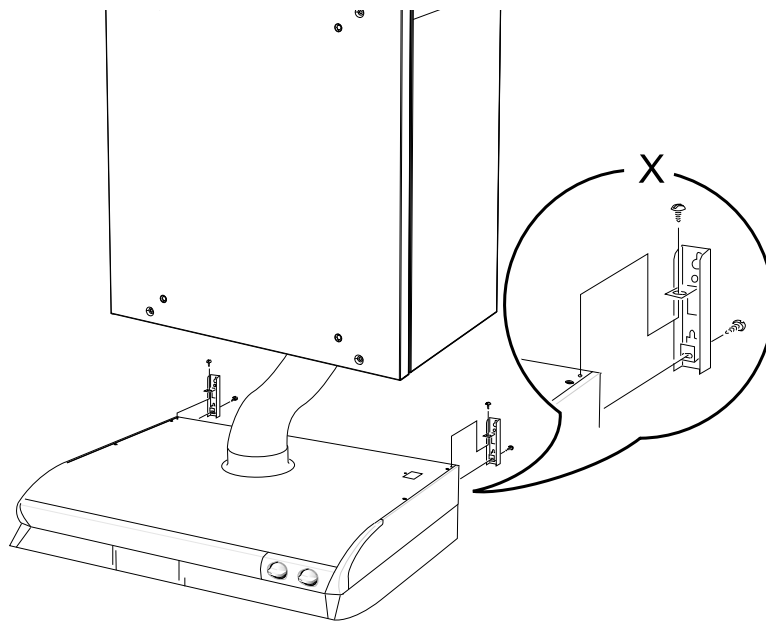

Bild 7 Installation der Dunstabzugshaube
1. Schließen Sie die Dunstabzugshaube mit einem flexiblen Lüftungsrohr an das Gerät an. Verwenden Sie die Halterungen, die zusammen mit der Dunstabzugshaube geliefert werden (Abbildung 7, Pos. X).